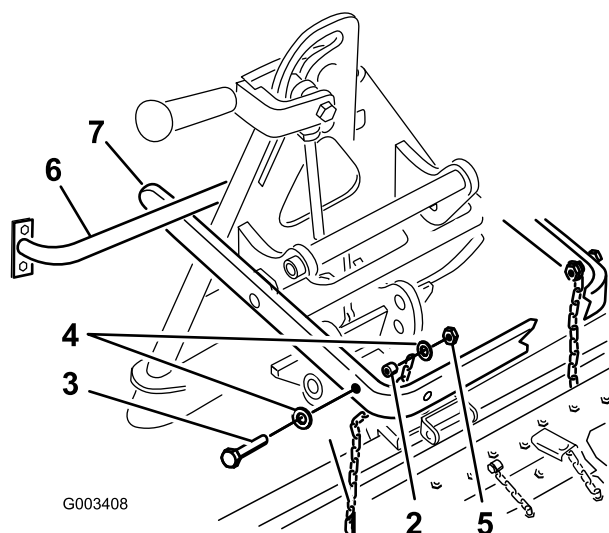

Figure 6
Important: Le long bras de l'ensemble bras de levage doit se trouver sous l'ensemble châssis arrière du groupe de déplacement (Figure 6).
5. Fixez le maillon supérieur de chaque chaîne à l'intérieur du bras de levage avec un boulon (3/8 x 2-1/2 pouces), 2 rondelles (3/8 x 7/8 pouce), une entretoise et un contre-écrou (3/8 pouce) (Figure 6).